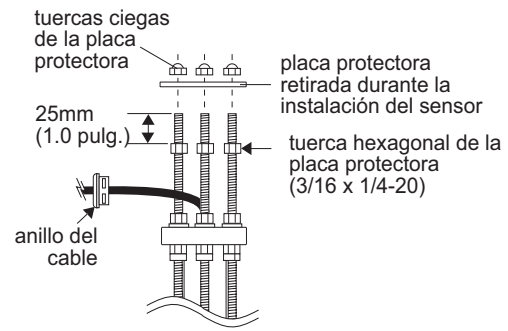

Fig. 10
- F.** Roscar las tuercas hexagonales de la placa protectora en cada una de las tres varillas roscadas. Ajustar cada tuerca hexagonal a una altura aproximada de 25 mm (1 pulgada) de la parte superior de cada varilla. Retirar el anillo del cable plástico negro (parte superior del sensor) con un destornillador. Deslizar el anillo hacia arriba y separarlo del sensor (fig. 10).